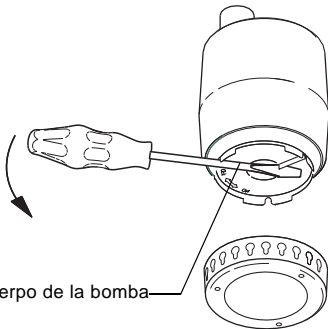

Fig. 8
2. Gire con un destornillador el cuerpo de la bomba 90° en contra de las manecillas del reloj, ver la flecha en el cuerpo de la bomba. Quite el cuerpo de la bomba, ver fig. 8.